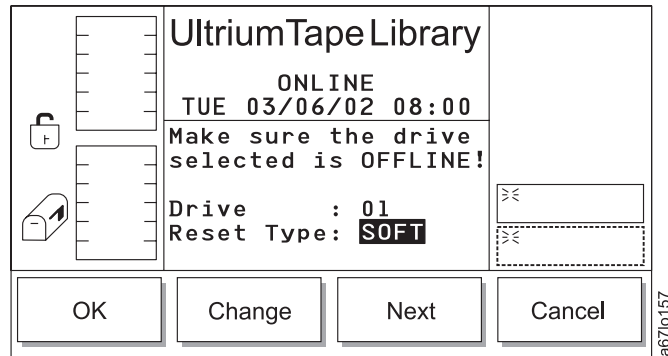

Abbildung 135. Dialog für Grundstellungsart
- Wird **Next** ausgewählt, wird das nächste Feld zum aktiven Feld (siehe Abb. 135 auf Seite 151).
Tabelle 84. Übersetzung von Abb. 135, Dialog für Grundstellungsart